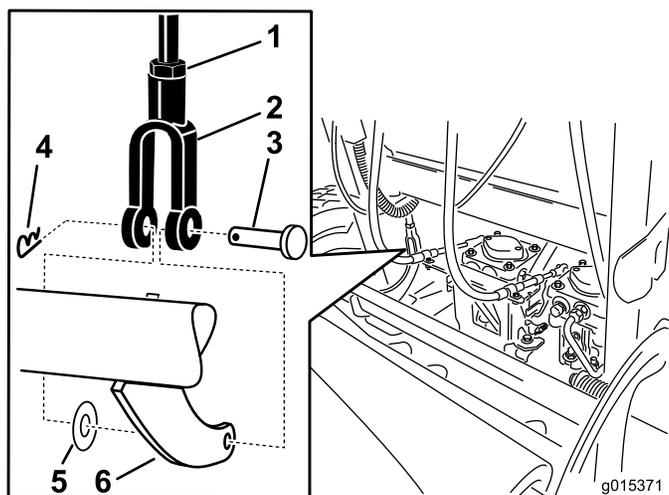

Figura 63
5. Para ajustar o travão, retire o contrapino tipo gancho e o passador de forquilha da alavanca inferior do travão e da culatra (Figura 63).
6. Desaperte a porca de bloqueio (Figura 63).
7. Rode a culatra. Para apertar o travão, rode a culatra para cima. Para soltar o travão, rode a culatra para baixo (Figura 63).
8. Fixe a culatra à alavanca inferior do travão com o contrapino tipo gancho e o passador de forquilha (Figura 63).
9. Aperte a porca de bloqueio (Figura 63).